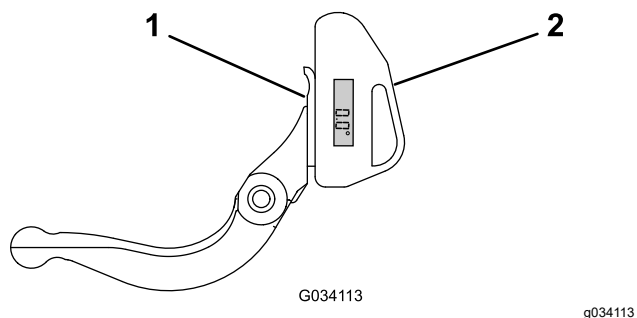

Figure 33
1. Placez l'indicateur d'angle sur la face inférieure de la contre-lame, comme montré à la Figure 33.